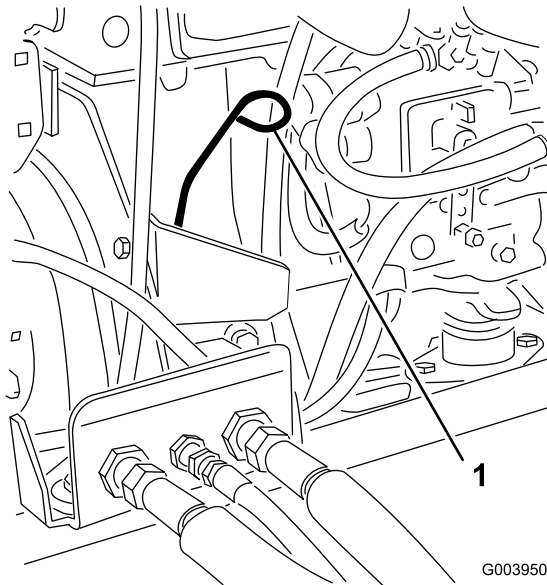

Figura 48
3. Togliete l'asta di livello, asciugatela e reinsertetela (Figura 48).